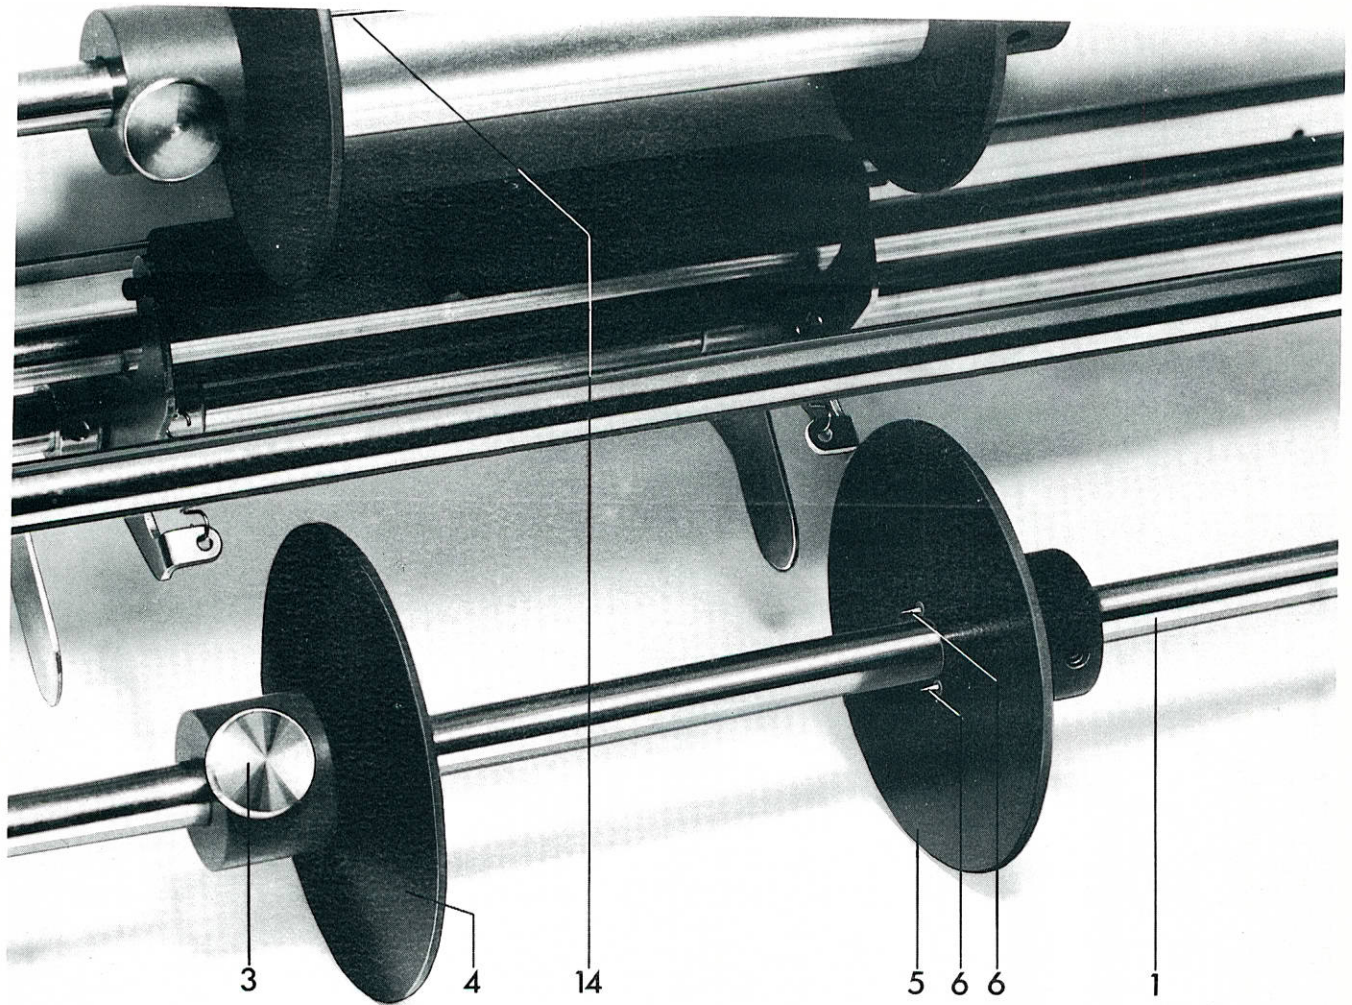
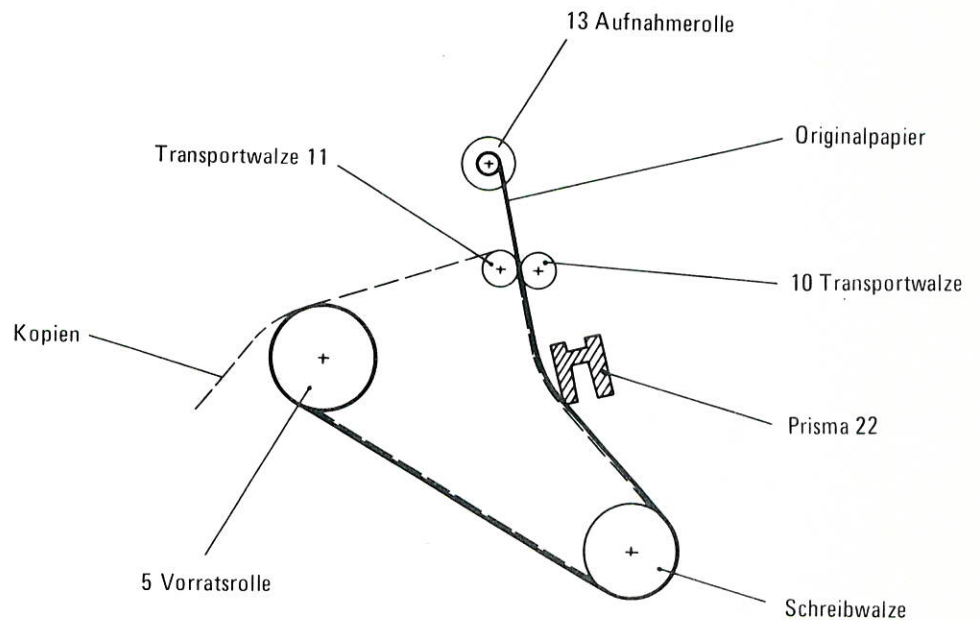

Abb. 3
Abb. 4
Zum Aufstecken einer Journalstreifenrolle wird mit einer Hand die Achse (1) gehalten, mit der anderen Hand der federnde Rastbolzen (2) nach außen gezogen und die Achse (1) nach hinten entfernt. Nach Lösen der Rändelschraube (3) und Entfernen des Tellers (4) kann die Rolle aufgesteckt werden. Sie ist dabei kräftig gegen den Teller (5) zu drücken, damit die in Abb. 3 gezeigten Spitzen (6) in die Papprolle seitlich eindringen können. Dabei ist auf den Papiereinlauf gemäß Abb. 4 zu achten. Danach ist der Teller (4) wieder aufzustecken und die Rändelschraube (3) anzuziehen. Die Achse (1) wird wie oben angegeben wieder eingelegt, aber in umgekehrter Reihenfolge.
Nachdem durch Betätigen des Papierlösers (7) die Papierführungswanne frei ist, kann der Anfang des Journalstreifens, einschließlich der Kopien, nach Abb. 4 durchgezogen werden. Diese Arbeit wird erleichtert, wenn man nach Abb. 5a eine Papierecke der Journalstreifenrolle in Form einer Spitze abbiegt, leicht faltet und den PRK-Aufsatz nach hinten klappt. Dazu sind die beiden Arretierhebel (8) und (9) zu betätigen.
Dann PRK-Aufsatz nach vorn drücken, die beiden Hebel (8) und (9) rasten selbsttätig ein. Nach Abb. 4 wird der Papieranfang zu den Transportwalzen (10) und (11) weitergeführt. Zum Einführen des Journalstreifens wird die Andruckrolle (11) durch Hochdrücken des Hebels (12) kurz gelöst, dann aber wieder angedrückt, da hierdurch der Transport erfolgt.